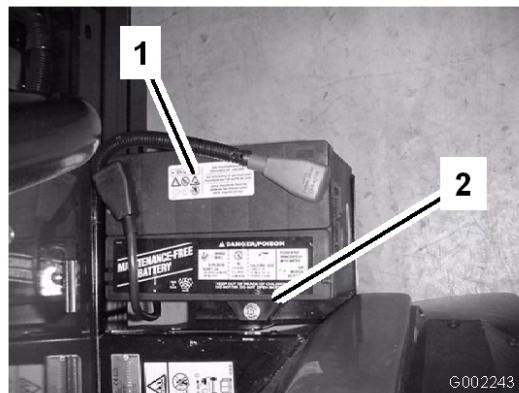

Figura 46
2. Retire as fixações e os fechos da bateria (Figura 46).
3. Coloque a fixação da bateria, assim como os fechos que retirou anteriormente (Figura 46).